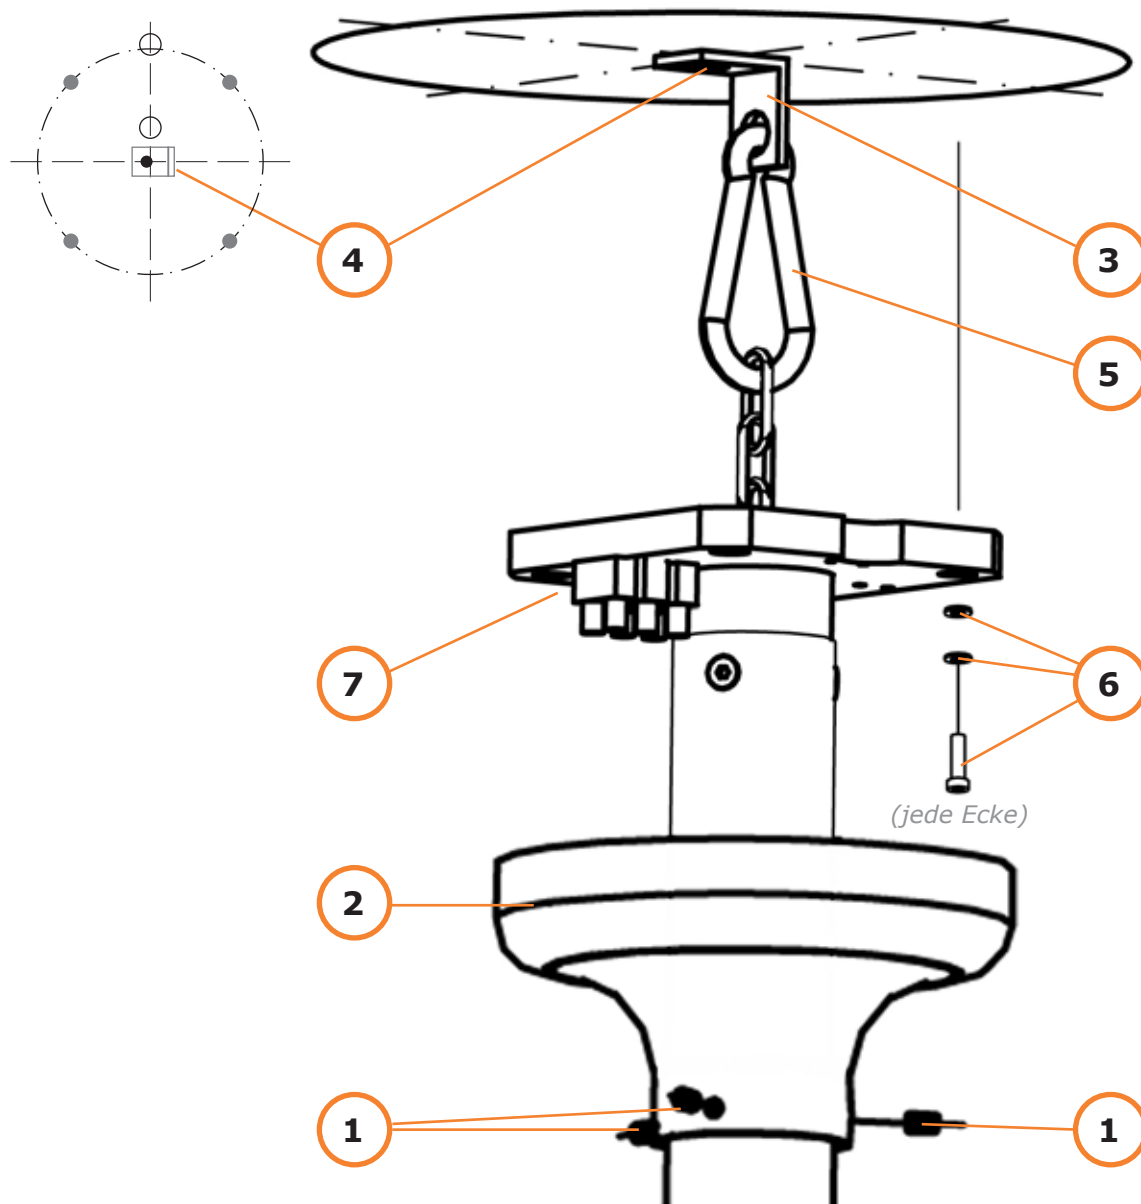
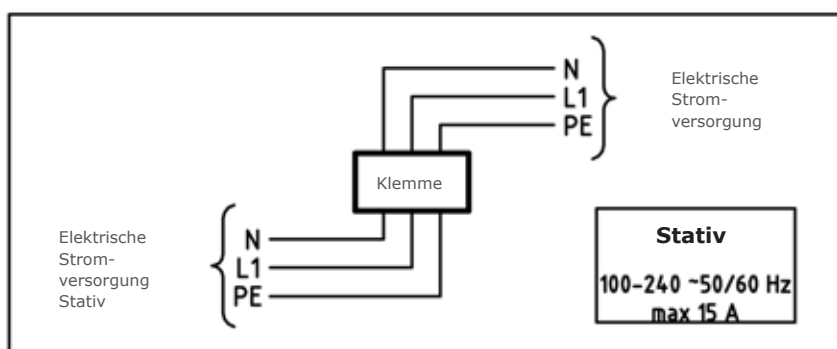

Abb. 11
Abb. 12
5.3.1 Lösen Sie die drei Gewindestifte (1/Abb. 11) des Baldachin (2/Abb. 11).
5.3.3 Befestigen Sie den Sicherungsanker (3/Abb. 11) an der Montageplatte (4/Abb. 11) unter Verwendung einer M8-Schraube und einer Unterlegscheibe.
Sichern Sie die Kette durch das Anbringen des Karabiner (5/Abb. 11), um zu verhindern, dass sie in das Stativ fällt.
5.3.4 Das Stativ anheben und den Karabiner (5/Abb. 11) mit dem Sicherungsanker verbinden (3/Abb. 11).
5.3.5 Sobald der Karabiner am Sicherungsanker befestigt ist, drücken Sie das Deckenstativ leicht nach oben und drehen den Karabiner (5/Abb. 11). Stellen Sie sicher, dass der kleine Durchmesser des Karabiners korrekt gemäß Abb. 11 im Sicherungsanker positioniert ist.
5.3.6 Befestigen Sie das Deckenstativ unter Verwendung der vier mitgelieferten M10x35-Schrauben, Sicherungsscheiben und Unterlegscheiben (6/Abb. 11), bringen Sie Loctite® 243 an den Schrauben an und ziehen Sie sie mit einem Drehmoment von 22 Nm fest.
5.3.7 Erden Sie das Deckenstativ an der mit einem Erdungssymbol markierten Schraube (7/Abb. 11). Schließen Sie die elektrische Verbindung zur Klemme gemäß Abb. 12 an, falls Strom benötigt wird.
5.3.9 Wenn die Installation des Deckenstativs abgeschlossen ist, schieben Sie den Baldachin vorsichtig nach oben, bis er an der Montageplatte anliegt und fixieren Sie ihn mit den Gewindestiften (1/Abb. 11).